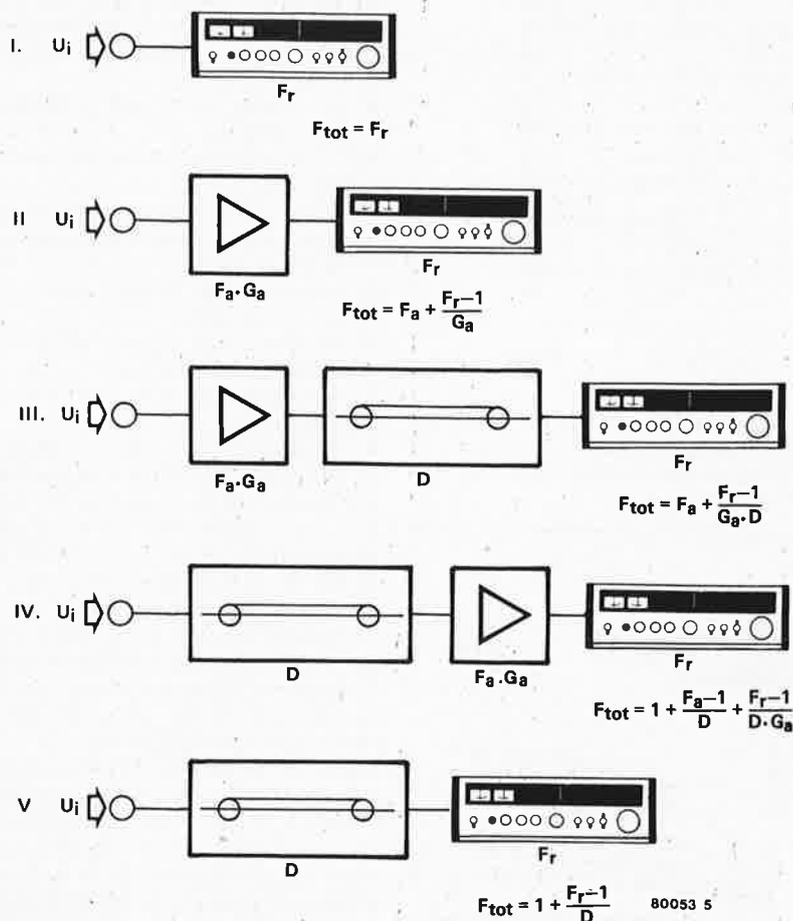
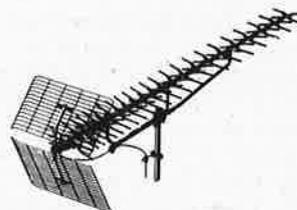

Figure 5. Comparaison des performances entre diverses configurations composées des éléments suivants:
Figure 6. La figure 6a représente le gain d'une antenne en fonction du nombre d'éléments. Les figures 6b à 6d illustrent les réseaux suivants:
La figure 5 compare plusieurs configurations utilisant les mêmes composants, à savoir:
Tableau 1. (voir la figure 5)
Figure 5. Variation du niveau de bruit (F) du BFT 66 en fonction de la résistance de source, le courant de collecteur étant choisi comme paramètre (pour des fréquences de 10 et 800 MHz). L'élévation du niveau de bruit, résultant de l'augmentation du courant est relativement faible comparée à d'autres types de transistors, avantage appréciable pour un amplificateur d'antenne ou tout autre type d'amplificateur à large bande.
Figure 6. Variation du taux d'intermodulation en fonction du courant de collecteur pour une tension de sortie de 180 mV. Ce tracé met en relief le comportement du BFT 66 pour des signaux élevés.
Les figures 5 et 6, extraites des notices explicatives déjà mentionnées ci-dessus, sont respectivement les caractéristiques de bruit et d'intermodulation. La figure 5 représente les variations du niveau de bruit (à des fréquences de 10 et 800 MHz) en fonction de la résistance de source, le courant de collecteur étant pris comme paramètre. Pour une résistance comprise entre 50 et 75 Ohms et un courant de collecteur de 10 mA, le niveau de bruit est inférieur à 3 dB, même à 800 MHz. Le graphe de la figure 6 nous montre les variations du taux d'intermodulation en fonction du courant de collecteur. Pour effectuer ces mesures, on a appliqué deux signaux d'entrée pouvant fournir une tension de sortie de 180 mV. Le taux d'intermodulation est défini comme étant la différence de niveaux entre les signaux d'entrée et le signal intermodulé de sortie (exprimés en dB). Pour des courants variant entre 2 et 10 mA, ce rapport augmente continûment avec le courant pour se stabiliser finalement aux environs de 60 dB, pour un courant de 10 mA. Un accroissement supplémentaire du courant n'apportera aucune modification à ce tracé, qui n'est qu'une indication du comportement du circuit à signaux élevés.